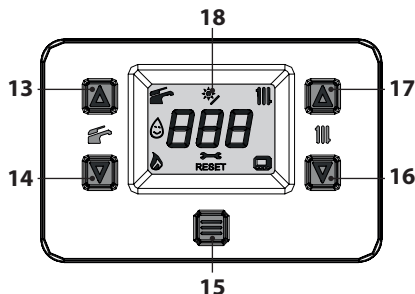

Figura 6.6
- Tenere premuto per 5 secondi il tasto 15 fino a far apparire sul display entrambe i simboli e (Figura 6.6).
- Entrare in "modalità programmazione" premendo contemporaneamente per 5 secondi i tasti 14 e 16 (Figura 6.6) fino a far apparire sul display LCD le lettere **HIS** che indicano il menu "Storico delle caldaia" (Figura 6.8).
- Premere il tasto 15 (Figura 6.6) per attivare la funzione. Il display visualizzerà quanto segue (Figura 6.10 e Figura 6.11).
- tenere premuti contemporaneamente i tasti 14 e 16 per 5 sec. (Figura 6.6) (ritorno al livello precedente).
- Spegnere la caldaia tenendo premuto per 5 secondi il tasto 15 (Figura 6.6) fino a far apparire sul display LCD il simbolo — — — (i trattini vengono accesi in sequenza per simulare uno scorrimento) (Figura 6.5).